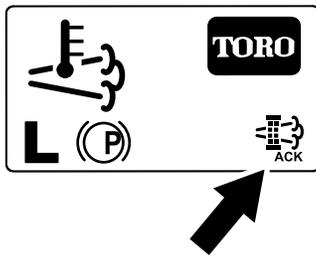

Figura 66
- El InfoCenter muestra la página de inicio y el icono de reconocimiento de regeneración (Figura 66) aparece en la esquina inferior derecha de la pantalla mientras se procesa la regeneración.